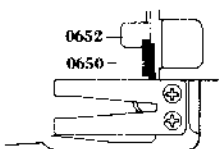

Fig. 24
- 3) Fit 0633 between SW 2 and SW 5. See Fig. 24.
- 3) 0633 が SW 2, SW 5 の間に入ること。Fig. 24 参照。